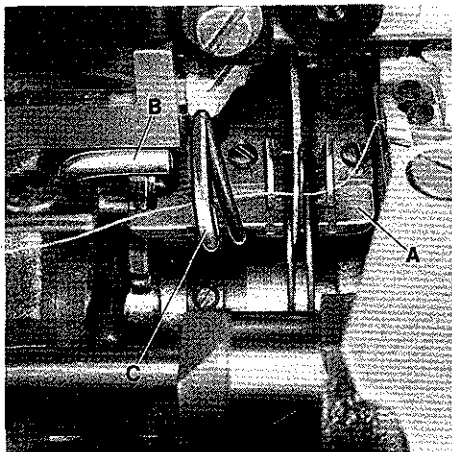
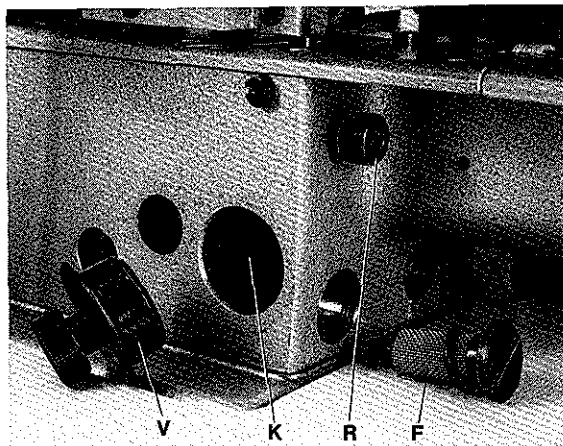
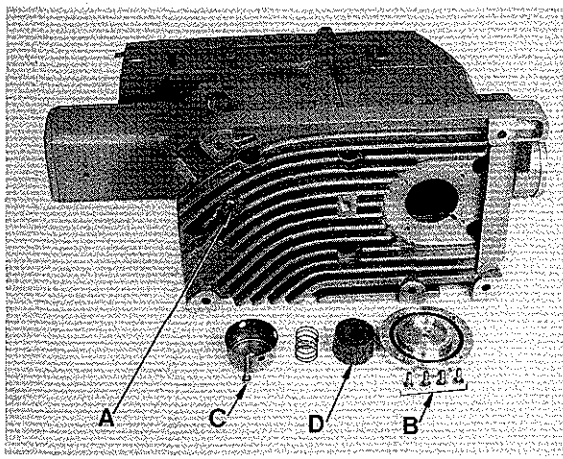

Fig. 7
Fig.9
Fig.11
For easier threading of the looper thread, the cast-off plate (A, Fig. 7) will flip-up when pressing lever (B). After threading push the cast-off (A, Fig. 7) at lever (C) back to its home position (see Fig. 8).
For cleaning, the cast-off plate (A, Fig. 7) can be removed completely. Rotate pulley until the flat side of take-up points up. Flip-up cast-off plate by pressing lever (B) and turn out thumb screw (R, Fig. 9). Make sure that the cast-off plate is positioned above the flip-up spring when reassembling.
Zum besseren Einfädeln des Greiferfadens kann die Fadenabzugsplatte (A, Fig. 7) durch Drücken des Hebels (B) nach oben ausgeschwenkt werden. Nach dem Einfädeln wird die Fadenabzugsplatte (A, Fig. 7) am Hebel (C) wieder in ihre Ausgangsstellung zurückgedrückt (siehe Fig. 8).
Zum Reinigen kann die Fadenabzugsplatte (A, Fig. 7) ganz herausgenommen werden. Drehen Sie am Handrad bis die flache Seite des Fadenaufnehmers oben ist. Schwenken Sie durch Drücken des Hebels (B) die Platte nach oben und drehen Sie die Rändelschraub (R, Fig. 9) heraus. Setzen Sie die Fadenabzugsplatte wieder so ein daß sie oberhalb der zum Hochdrücken dienenden Feder liegt.
The main oil filter (D, Fig.11) and the oil filter (F, Fig. 9) have to be cleaned in petroleum at every oil change. The main oil filter (D, Fig.11) is accessible when removing screws (B) and (C). The oil filter (F, Fig. 9) can be removed by turning it counterclockwise.
Chamber (K, Fig.9) behind plug (V, Fig.9) has to be cleaned daily.
Der Hauptölfilter (D, Fig.11) und der Ölfilter (F, Fig.9) müssen bei jedem Ölwechsel in Petroleum gereinigt werden. Der Hauptölfilter (D, Fig.11) ist nach Lösen der Schrauben (B) und (C) zugänglich. Der Ölfilter (F, Fig. 9) wird durch Drehen im Gegenuhzeigersinn entfernt.
Die Kammer (K, Fig.9) hinter dem Verschluss-Stopfen (V, Fig.9) muß täglich gereinigt werden.